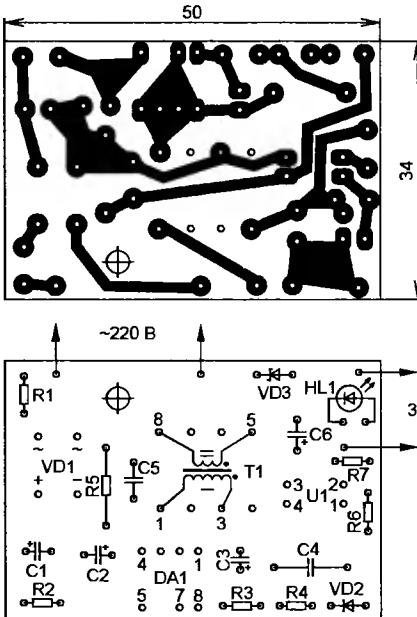

Рис. 3
**Конструкция и детали.** Устройство смонтировано на печатной плате из односторонне фольгированного стеклотекстолита толщиной 1,5 мм, чертеж которой показан на рис. 3. Резистор R1 предохранительный P1-25, R2 —